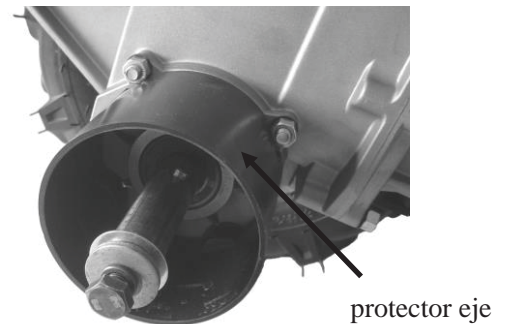

Figura 3
2. Monte el protector del eje y apriete los tornillos. Ver figura 3.